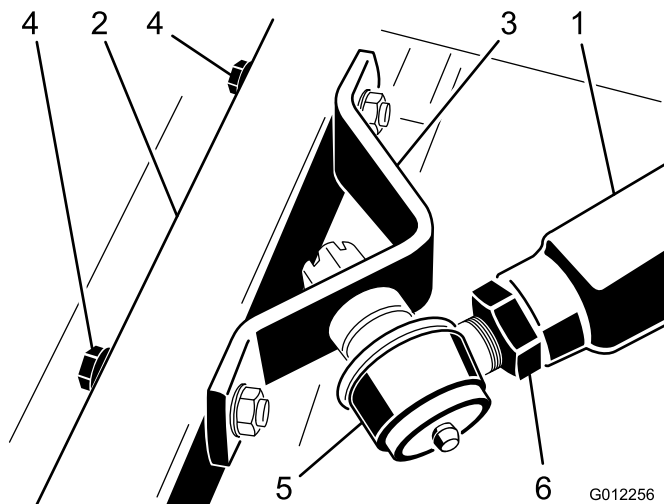

図 20
5. 一人が右側プッシュアームを押さえつけ、もう一人が、ボールジョイントのマウントをカuttingユニットのキャストアームに固定しているキャップスクリュー、平ワッシャ、ロックナットを取り外す（図 20）。外し終わったら、アームを押えていた人は、アームを押さえつけていたちからを慎重にゆっくりとゆるめて45 kgのスプリング圧力を開放する。
3. もう一人に、右側プッシュアームを上からしっかり押し付けてもらって、ボールジョイント・マウントの穴とキャストアームの穴とを整列させる（図 20）。